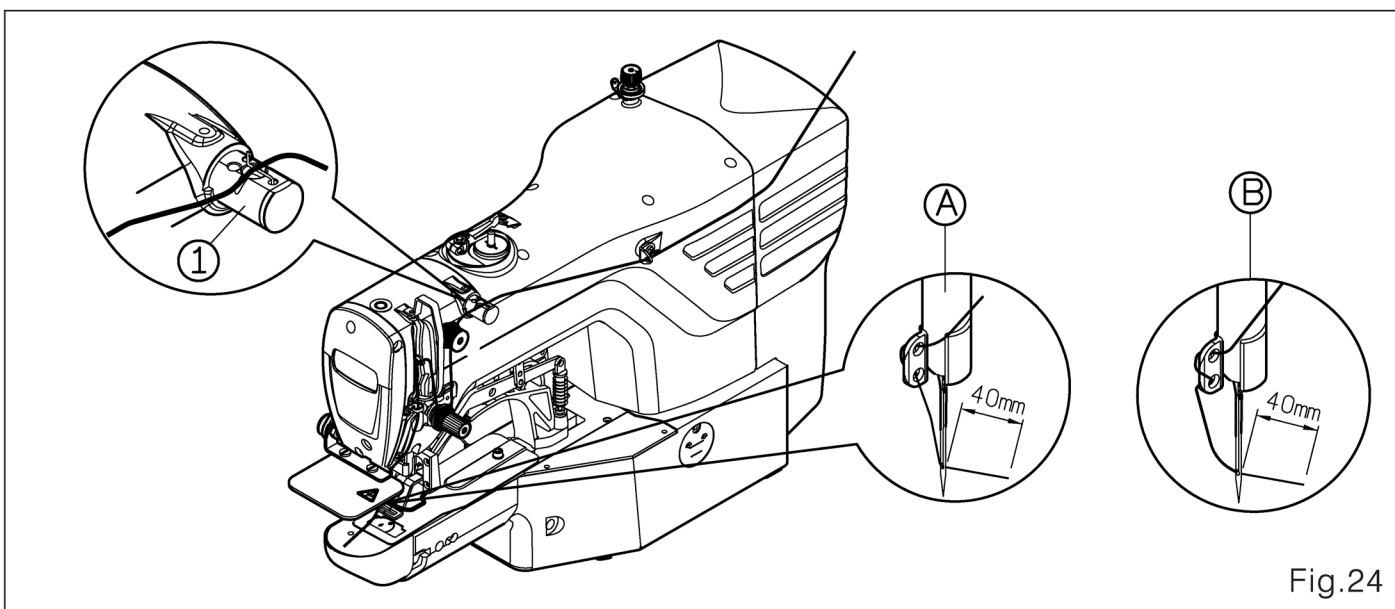

Fig.24
15. Passe a linha superior (Fig. 24)